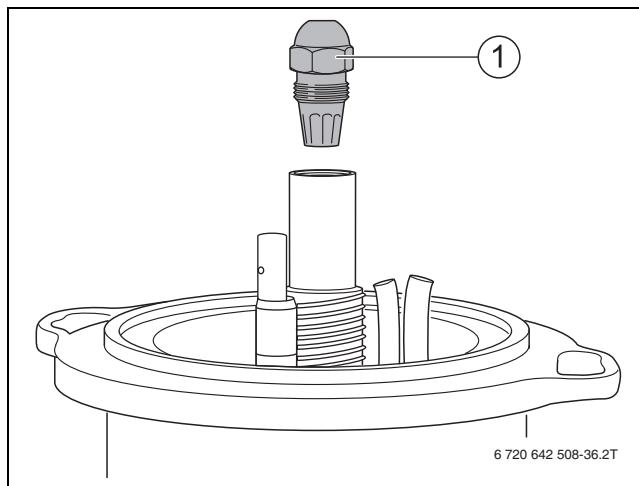

Fig. 39 Svitare l'ugello
- Svitare l'ugello (→ fig. 39, pag. 26).